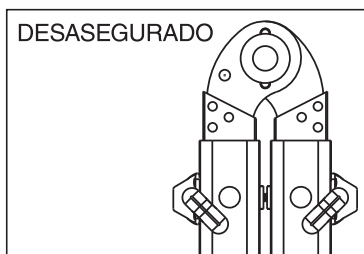

Figura 3
- 1) Desasegure los 4 sujetadores "J" halando hacia afuera y girando el sujetador "J" alejándose del orificio de peldaño (Véase la Figura 3).